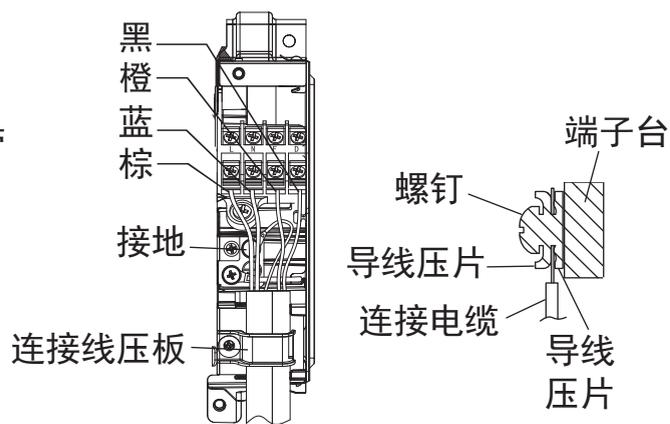

图15
- 将连接电缆按不同颜色的线牢固的固定到端子台相对应的位置，确保连接电缆插入导线压片内，紧固力矩（5kgf. cm）。（如图15）